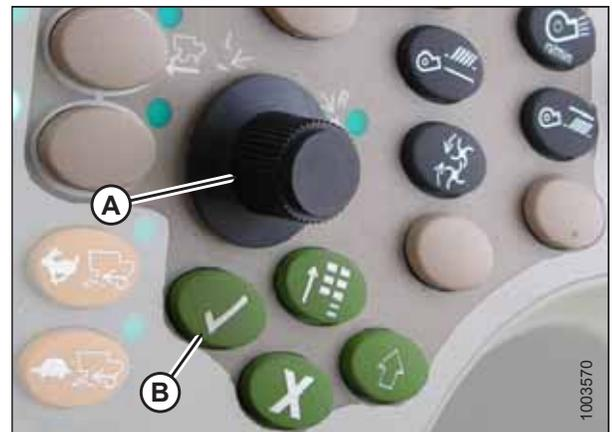

Abbildung 3.435: Bedienkonsole auf John Deere Mähreschern
- Mit dem Auswahldrehknopf im Listenfeld (A) nach unten blättern und den Eintrag HEADER (Schneidwerk) markieren. Die Auswahl mit der Häkchentaste bestätigen (Auswahldrehknopf und Taste sind in Abbildung 3.435, Seite 263) dargestellt.
- Zum Symbol mit einem Pfeil in einem Diamanten (B) rechts unten auf dem Display schalten und die Auswahl mit der Häkchentaste bestätigen.